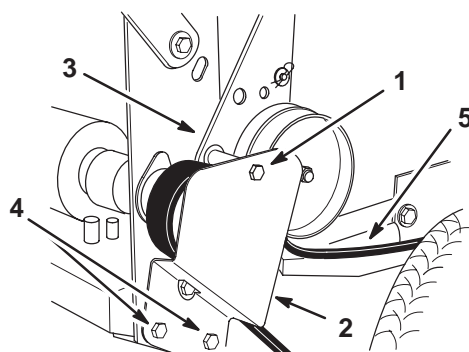

Figure 56
2. Enlevez la vis supérieure de fixation du support et de la patte de la poulie de tension sur le bâti arrière (Fig. 56).
3. Desserrez suffisamment les deux vis de montage inférieures pour permettre à la courroie de passer entre la poulie d'entraînement et le support de la poulie de tension (Fig. 56).
6. Montez la vis supérieure de fixation du support et de la patte de la poulie de tension sur le bâti arrière (Fig. 56).
7. Serrez suffisamment les deux vis de montage inférieures pour permettre à la courroie de passer entre la poulie d'entraînement et le support de la poulie de tension (Fig. 56).